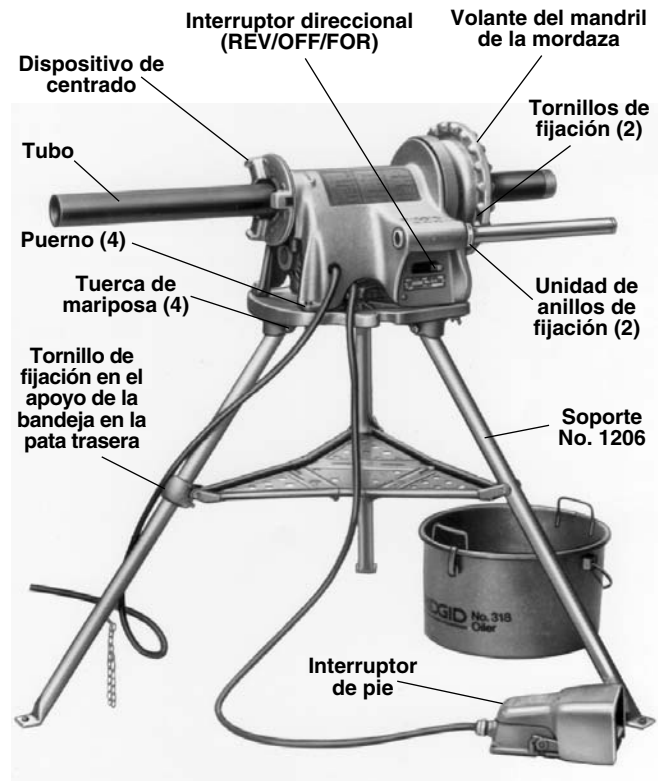

Figura 3 – Accionamiento Autopropulsado No. 300 montado sobre el Soporte No. 1206 junto a la Aceitera No. 418
- Ubique el tornillo de fijación en el apoyo de la bandeja en la pata trasera (Figura 3).
2. Monte el Accionamiento Autopropulsado en el soporte empleando los pernos y las tuercas de mariposa (Figura 3).
1. Asegure que el Accionamiento Autopropulsado esté desenchufado y que su interruptor direccional se encuentra en la posición de OFF (apagado) (Figura 3).
4. Asegure que el interruptor de pie esté presente y acoplado a la Roscadora (Figura 3).
parte delantera del Accionamiento Autopropulsado (Figura 3).